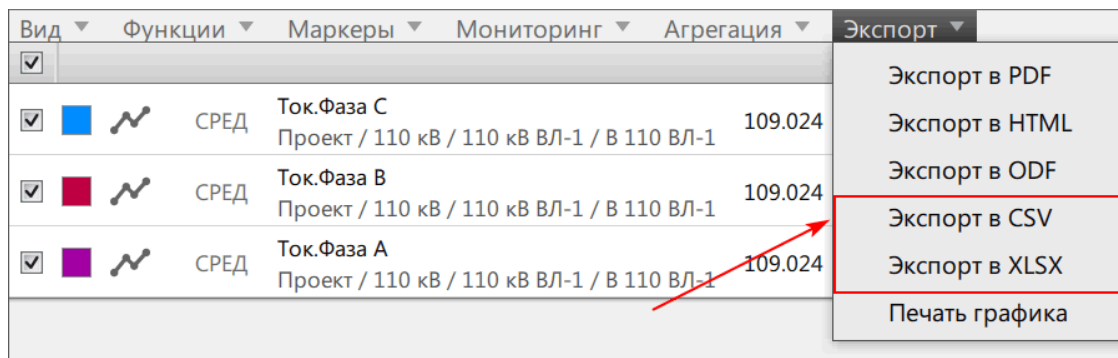

Рисунок 81 - Выбор формата
3. Нажмите **Экспорт** и выберите формат (CSV, XLSX) (Рисунок 81).